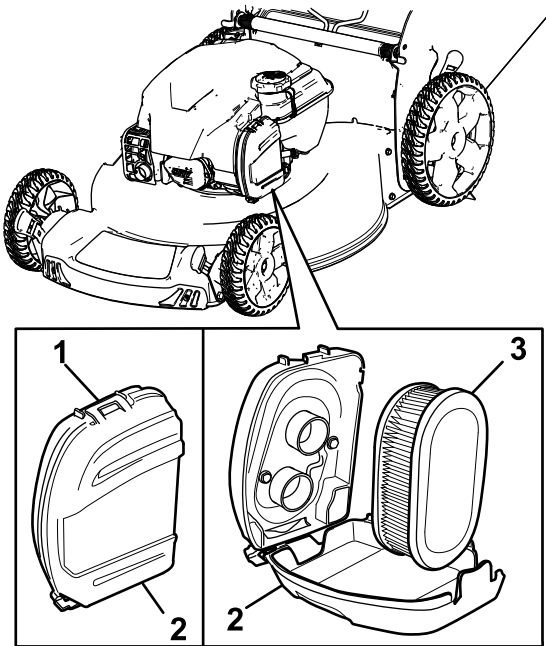

Figura 24
1. Desprindeți partea superioară a capacului filtrului de aer (Figura 24).
2. Îndepărtați filtrul de aer (Figura 24).